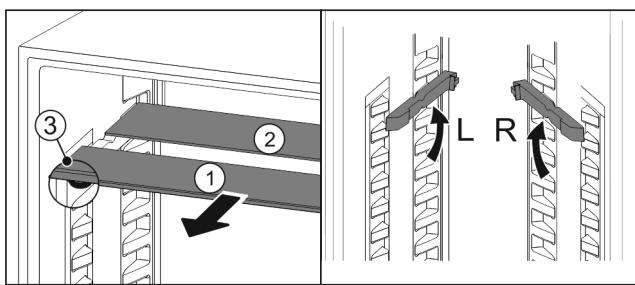

Fig. 86
- Издърпайте Fig. 86 (1) поотделно стъклените площи напред.
- Стъклената плоча Fig. 86 (1) с декоративната лайстна е отпред.
- Ограничителите Fig. 86 (3) сочат надолу.